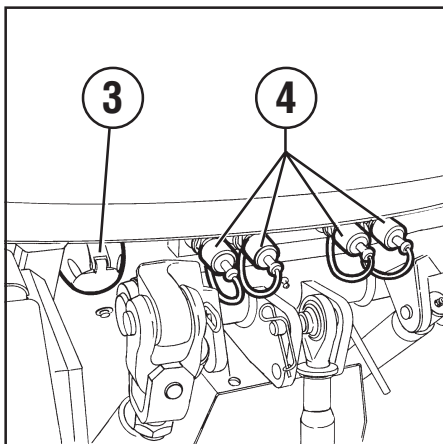

Abb. 10
- 4 einfach oder doppelwirkende Hydraulik-Steckdosen (4 Abb. 10).
- Eine 7-polige Steckdose (3 Abb. 10) für den Lichtanschluß auf geschleppten oder getragenen Ausrüstungen (Standard).